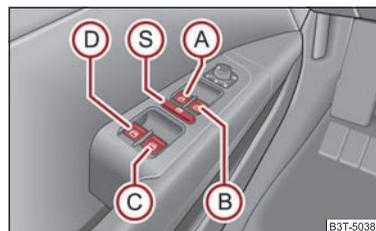

Abb. 39 Tasten in der Fahrertür
⇒ Seite 54, Abb. 39, Beifahrers und in den hinteren Türen ⇒ Abb. 40.
Sie können durch Drücken des Sicherheitsschalters (S) ⇒ Seite 54, Abb. 39 die Tasten der Fensterheber in den hinteren Türen außer Funktion setzen. Durch wiederholtes Drücken des Sicherheitsschalters (S) sind die Tasten der Fensterheber in den hinteren Türen wieder in Funktion.
- Werden auf den Rücksitzen Kinder befördert, wird empfohlen, die elektrischen Fensterheber der hinteren Türen außer Funktion zu setzen (Sicherheitsschalter) (S) ⇒ Seite 54, Abb. 39.